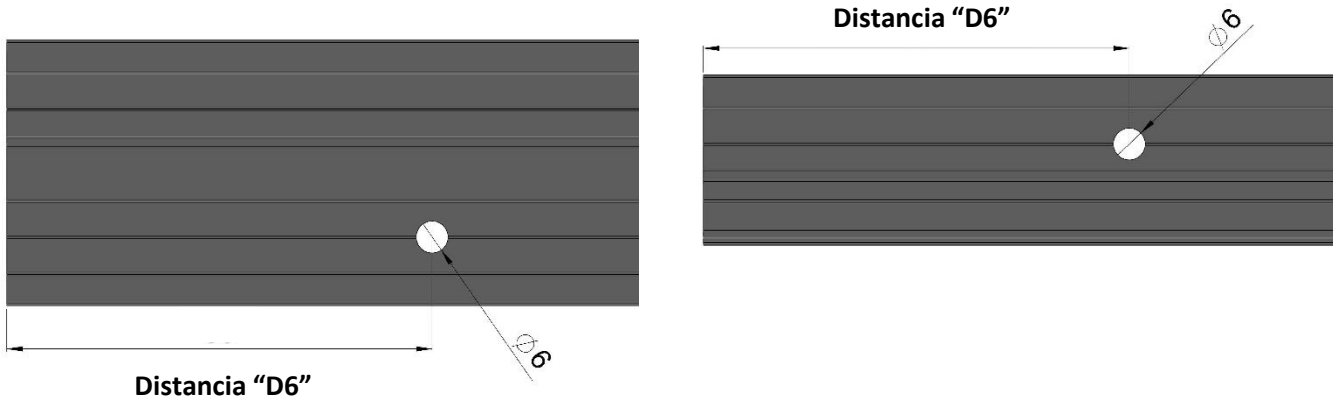

Figura 7
- Para la fijación del Carril Superior, realizar los taladros de **6mm** de diámetro, a la distancia indicada como "D6" en la hoja de mecanizado (Figura 7), en cada uno de los Carriles Corredera Superior (Dobles y Simples). Utilizar las líneas existentes como guías para centrar el taladro.